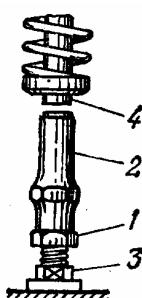

Рис. 1. Клапанный механизм мотоцикла AM-600:
4. Повернуть на один-полтора оборота контргайку 1 (рис. 1) регулировочного наконечника 2.